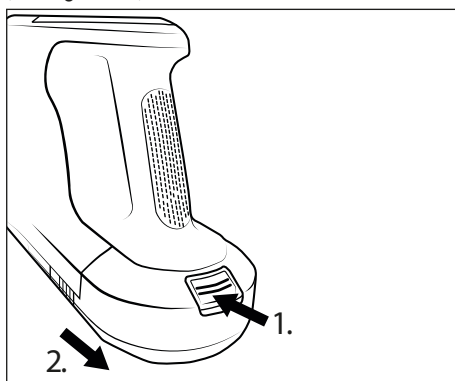

Fig. 13
- ◆ Pour retirer la batterie ② de l'appareil, maintenez la touche de déverrouillage de la batterie ① enfoncée et retirez la batterie ② de l'appareil (voir figure 13).